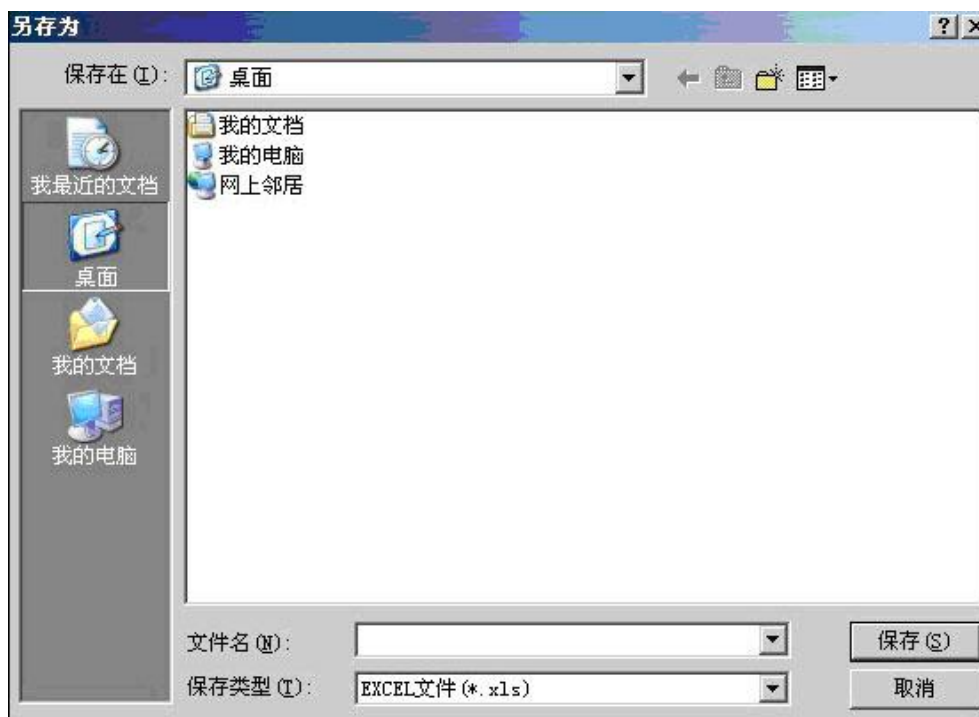

图 22 保存数据
(6)导出数据。在数据同步完成后，点击“导出数据”按钮，在“另存为”对话框中，选择您要保存文件的位置，保存数据，如图 22 所示。